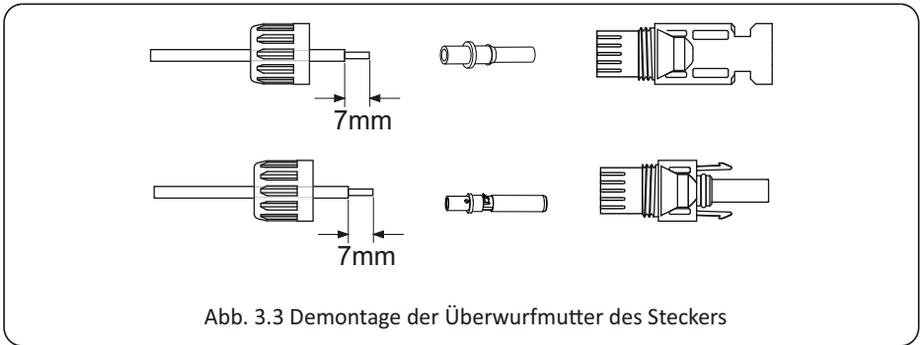

Abb. 3.3 Demontage der Überwurfmutter des Steckers
- a) Das Gleichstromkabel ca. 7mm abisolieren, die Überwurfmutter des Steckers demontieren (siehe Abb. 3.3).